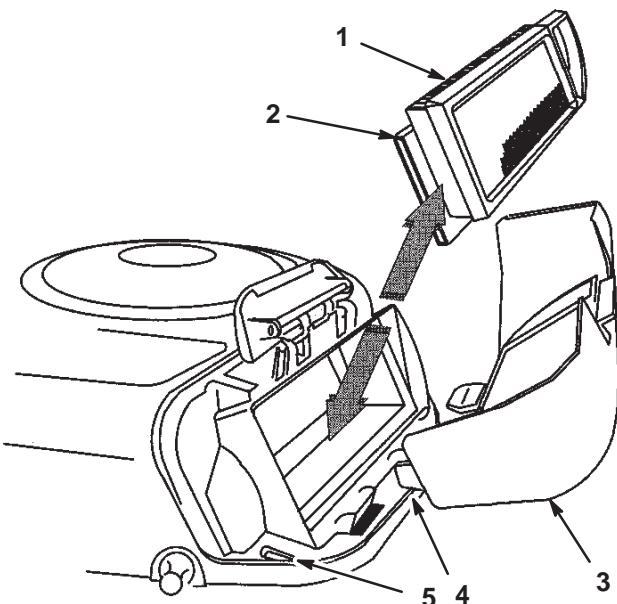

Bild 22
- Schieben Sie den Papier- und den Schaumeinsatz vorsichtig vom Gebläsegehäuse herunter (Bild 22).
2. Fluchten Sie die Nasen der Luftfilterabdeckung mit den Schlitten im Gebläsegehäuse aus (Bild 22).